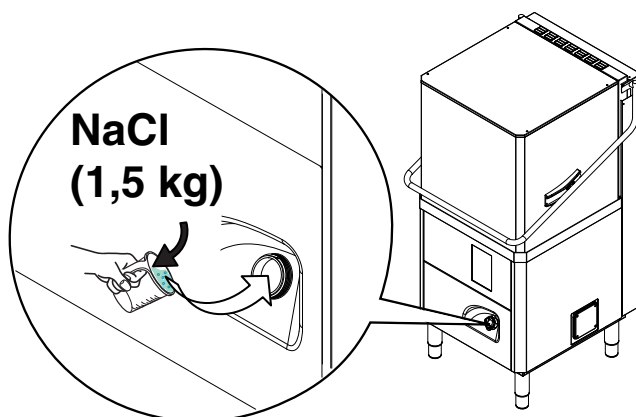

Fig. 27
- Kom ca. 1,5 Kg groft salt [NaCl] beholderen "A" (den mængde der er nødvendig for at fylde beholderen op) ved hjælp af den medfølgende tragt (Fig. 27).